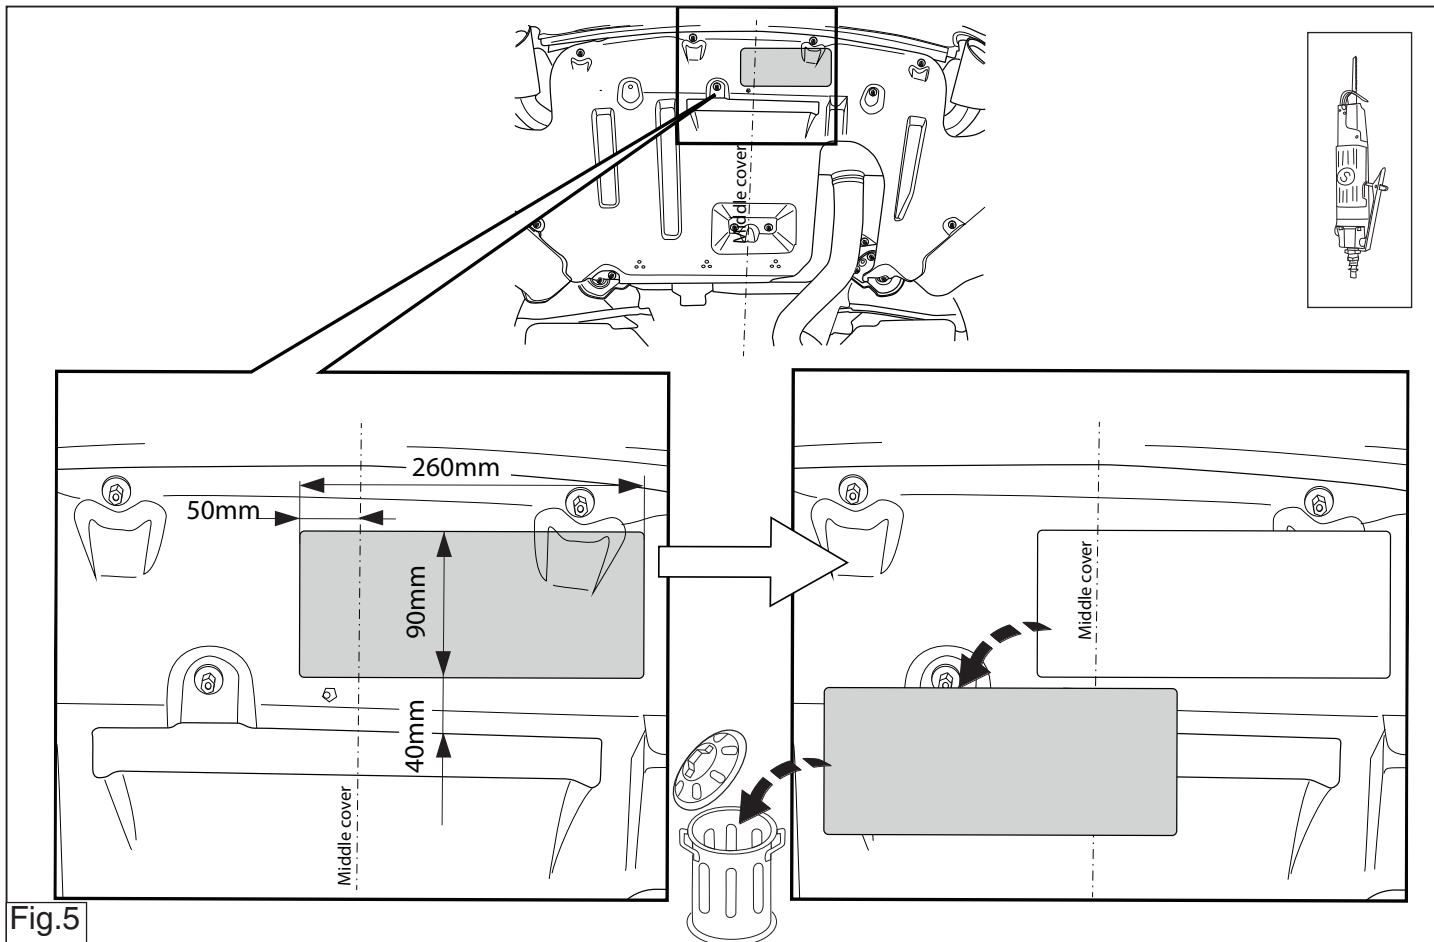

Fig.5
10. Выпилить обозначенную часть, как указано на рис. 5.